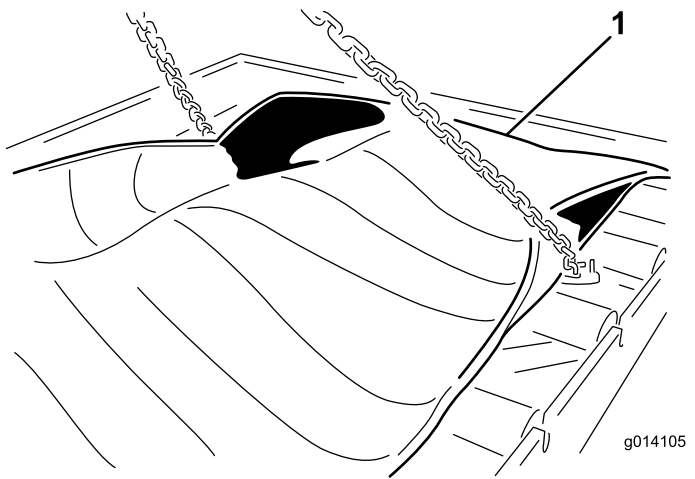

図 59
23. カートリッジを固定しているボルト24本を外す 図 59。